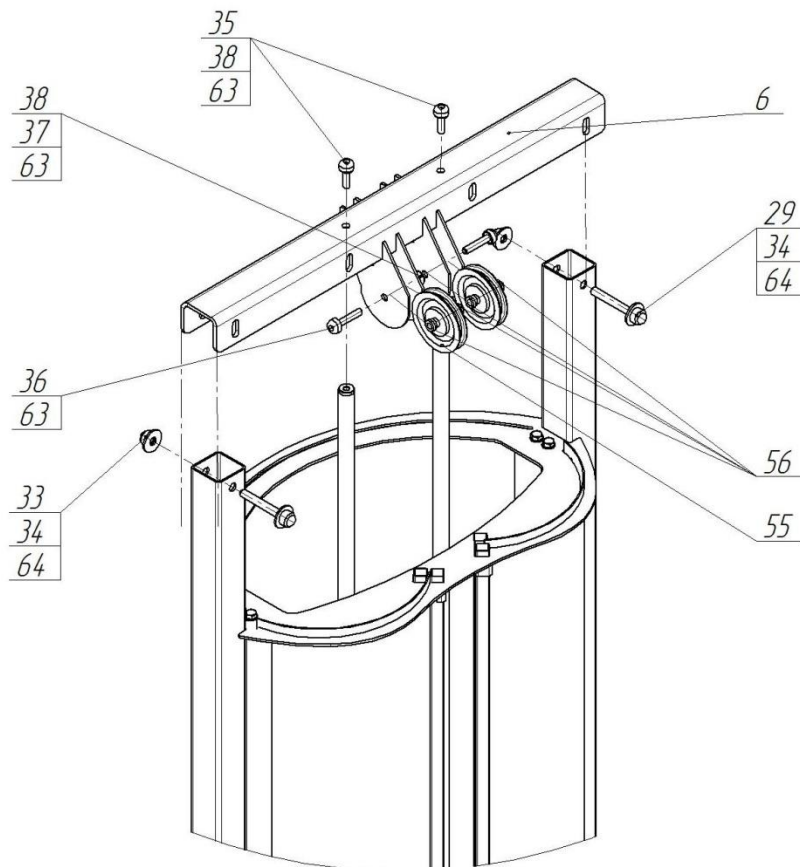
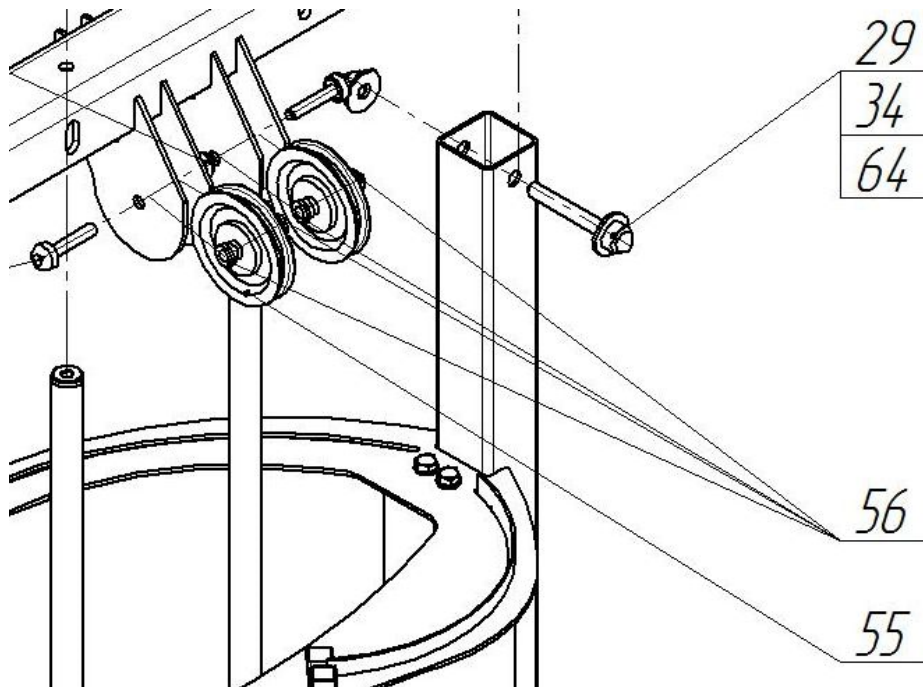

Рис.7. Схема сборки этапа №2
Рис.8. Схема сборки этапа №2
- Состыковать балку (6) как показано на рис.7 со стойками болтами М12 (29) с шайбами 12 (34) и гайками М12 (33), прижав балкой (6) трубы 25x1 (4) предварительно наживив болты М10 (35) с шайбами(38), затянуть болты М12 (33) и болты М10 (35). Использовать инструмент Б и В. Установить на болты М12 (33) колпачки (64) и на болты М10(36) колпачки (63).
- Вставить в ролик (55) с двух сторон втулки ролика(56). Затем установить ролик между двух щек на балке (6), как показано на рис.8, совместив отверстия в щеках и ролике. Вставить в отверстие болт М10 (36) рис.7. С обратной стороны накрутить гайку М10 (37) с шайбой (38). Аналогично установить второй ролик. Затянуть. Использовать инструмент В. Наденьте
колпачки болта М10 (63) с каждой стороны. Затяните болты М10 (35) рис.7. Установите колпачки (63)